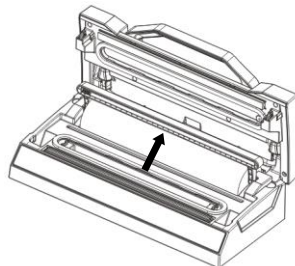

Fig.2
2. Assurez-vous que le découpeur de sac se trouve à une extrémité du porte-découpeur, puis placez le porte-découpeur à l'arrière— **Fig.2**